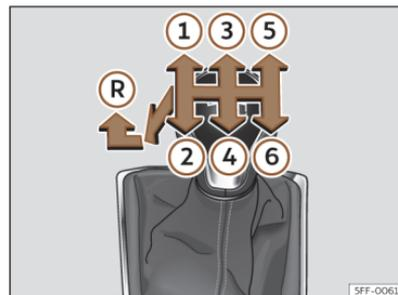

Abb. 115 Schaltschema eines 6-Gang-Schaltgetriebes.
Auf dem Schalthebel sind die Positionen der einzelnen Fahrgänge dargestellt >>> (**Abb. 115**).
- Schalthebel in die Neutralstellung bringen und nach unten drücken. Schalthebel ganz nach links und dann nach vorn in die Rückwärtsgangposition schieben >>> (Abb. 115) (R).